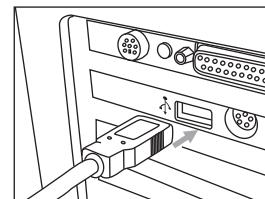

图5
3). 将USB传输线的另一端插入电脑主机背后之空闲连接口，如图5：